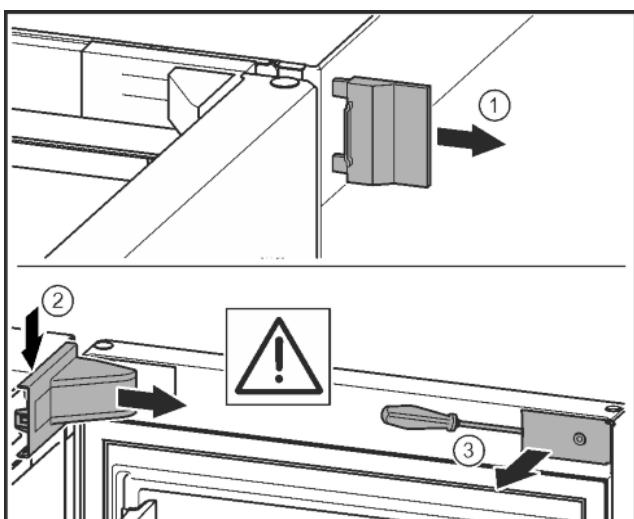

Fig. 9
- Skinite vanjski pokrov. Fig. 9 (1)
- Otkopčajte i otpustite pokrov podloška ležaja. Skinite pokrov podloška ležaja. Fig. 9 (2)
- Odvijačem s prorezom otkopčajte masku i zakrenite je u stranu. Fig. 9 (3)